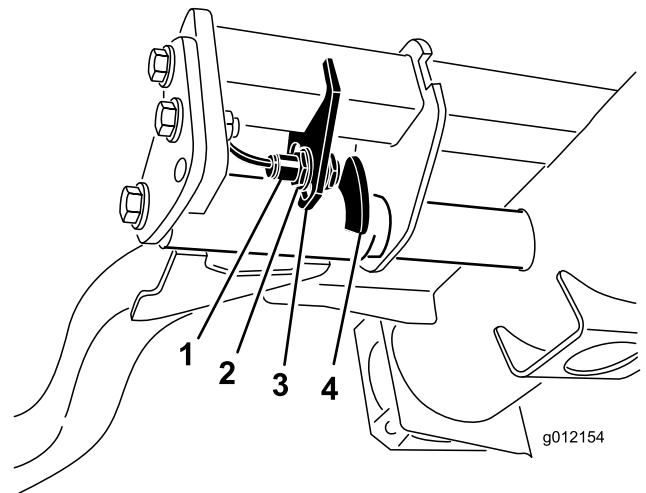

図 34
2. 昇降アームのスイッチは、油圧のメインタンクの下にある右前昇降アームの後ろ側に装着されている 図 34。
3. スwitchの取り付けねじ 図 34をゆるめ、switchの位置を下げると、昇降アームの旋回高さが高くなり、上げると、昇降アームの旋回高さが低くなる。取り付けボルトを締め付ける。